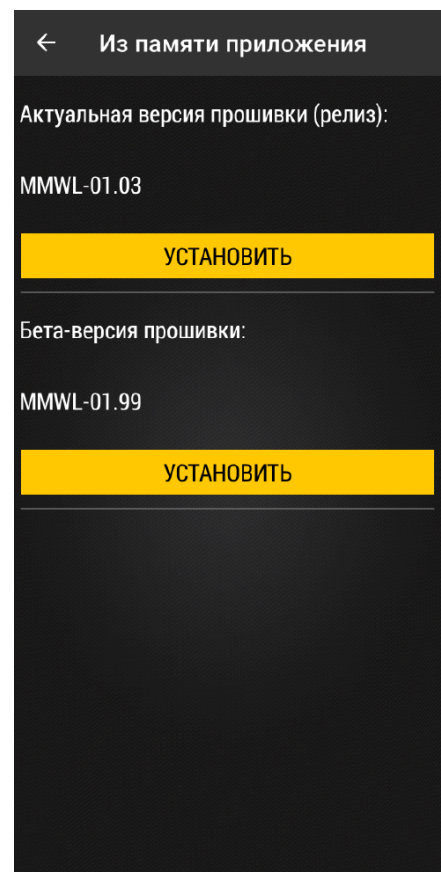

Рис.10. Установка прошивки
3. Нажмите «**Установить**» под нужной версией прошивки (Рис.10). По окончании обновления на экране появится сообщение об успешной установке.